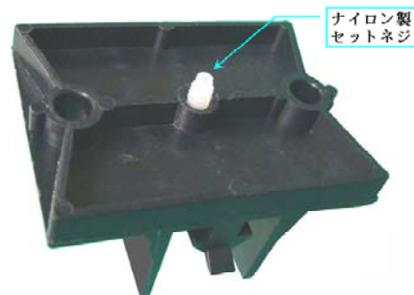

図11 セットネジの取付
- ブルーバーR50は、図11に示すようにワイドブラケットの中心にナイロン製セットネジを用いて固定して下さい。また、ワイドブラケットはバーの端から50mm以上離して固定して下さい。